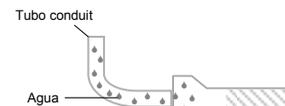
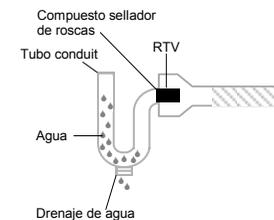

Figura 1. Incorrecto
Figura 2. Correcto
- Todos los tubos conectados a equipos eléctricos, incluyendo interruptores GO Switch, deben sellarse para evitar que entre agua a través del sistema de tubos conduit. En la figura 1, ha ocurrido algo habitual, el sistema de tubos conduit se ha llenado con agua. Con el transcurso del tiempo, esto puede ocasionar que el interruptor falle prematuramente. En la figura 2, la terminación del interruptor ha sido llenada cuidadosamente con RTV para electrónica con el fin de evitar que entre agua y evitar que el interruptor falle prematuramente. También se ha instalado un bucle de goteo de modo que el agua tenga un medio de escape.